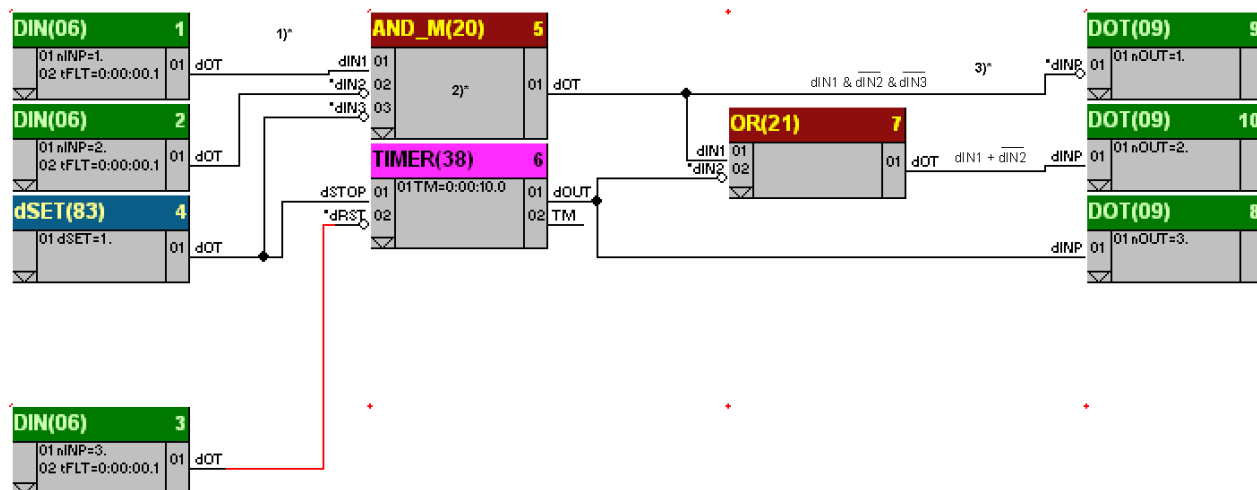

Рисунок 2.7 - Приклад конфігурування
Можливості конфігурування не залежать від функціонального блоку і визначаються наступними правилами (рис. 2.7):
На рис. 2.7 представлений приклад конфігурування.
На рис. 2.7 представлені різні приклади і варіанти конфігурування:
3) Вихідний сигнал функціонального блоку багато входового І 5-MULTI_AND (20) -03 подається на 1-й дискретний вихід контролера, для чого на вхід 01 блоку дискретного виходу 9-DOT (09) підключений 01 вихід блоку багато входового І 5-MULTI_AND (20) -03. Сигнал на вході 01 функціонального блоку дискретного виходу 9-DOT (09) інвертується.
4) На рис.2.7 показана інверсія входів наступних функціональних блоків: